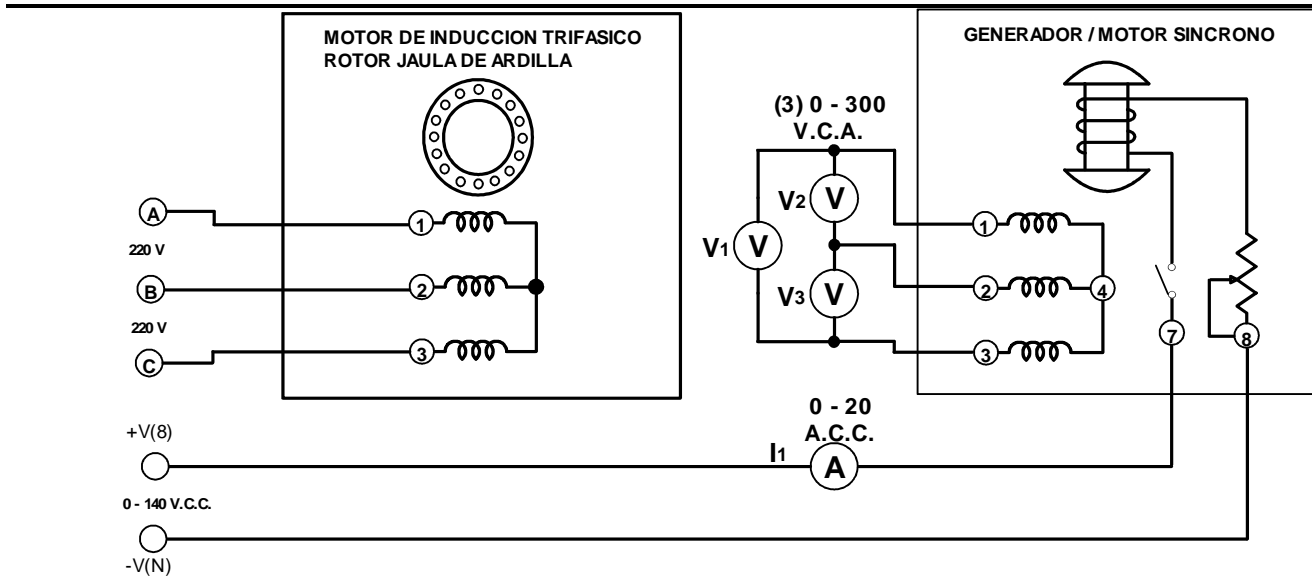

Fig. A1-1
- 1.- Conecte el circuito de la figura A1-1 usando el generador/motor síncrono, motor jaula de ardilla, fuente de alimentación e instrumentos. Se utiliza el motor trifásico de jaula de ardilla para impulsar el generador/motor síncrono como alternador, de tal manera que se considera una velocidad constante. El motor de jaula de ardilla va conectado a la salida fija de c.a. de 220 V.c.a. 3 $\phi$ . El rotor del alternador va conectado a la salida variable de 0-140 V.c.c.